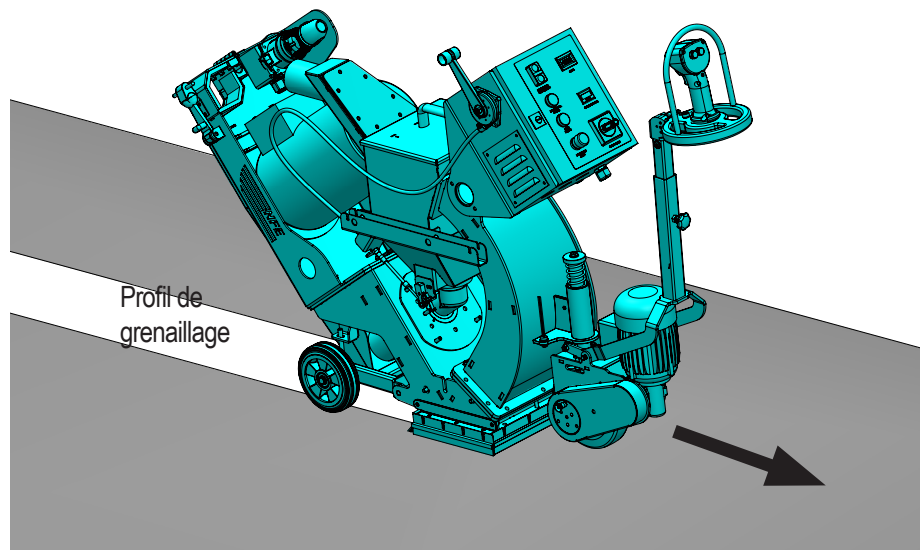

FIG. 19
Démarrage de la machine (Figure 19)
- Continuer à faire avancer lentement la machine et observer attentivement la zone de l'explosion. Voir Figure 19. Si nécessaire, réajuster le profil de grenailage (voir Ajuster le profil de grenailage), utiliser la butée de la vanne de grenailage pour régler l'ouverture maximale de la vanne de grenailage, ou modifier la vitesse de déplacement de la machine pour obtenir le profil souhaité.